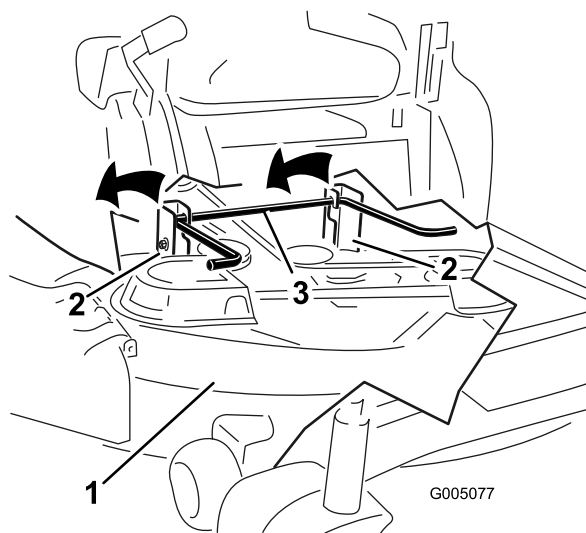

Figura 57
5. Eleve la carcasa de corte y separe ésta y las pletinas de suspensión de la varilla de elevación trasera; luego baje el cortacésped con cuidado al suelo (Figura 57).
- Eleve la parte trasera de la carcasa de corte y coloque los soportes sobre la varilla de elevación trasera (Figura 57).